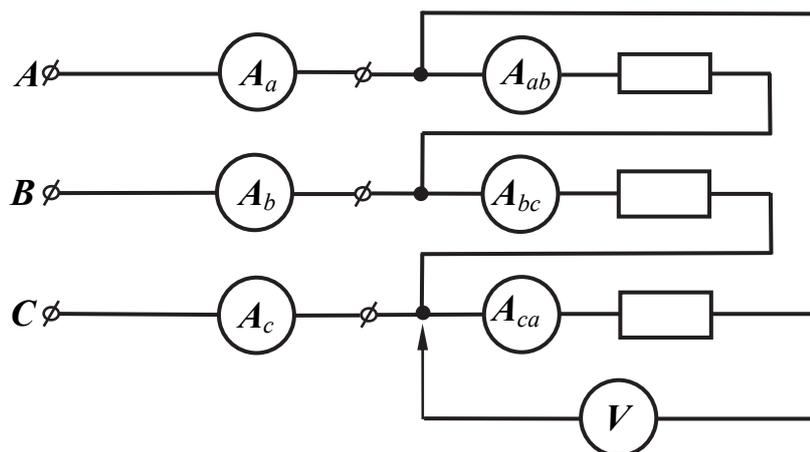

Рис. 15.1
1. Собрать электрическую схему (рис. 15.1) и представить ее для проверки преподавателю. Подключить электрическую цепь к источнику трехфазного напряжения. В качестве сопротивлений фаз нагрузки использовать три одинаковых резистора по 1 кОм.